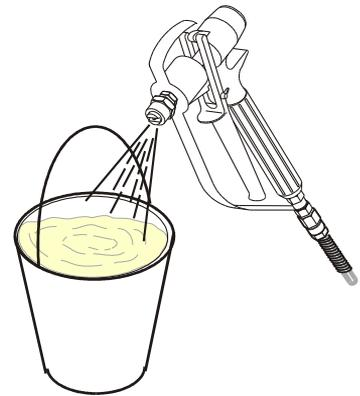

Fig.28
5) Spruzzare all'interno di un recipiente per mezzo della pistola il prodotto rimasto nel tubo(fig. 28).